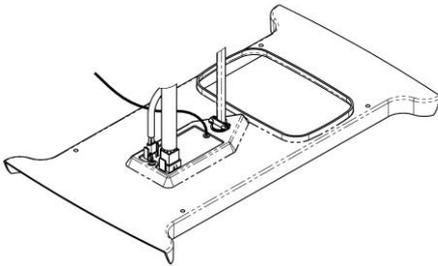

Figure 9
- C. Soulevez la chute de l'ensemble de plafond et insérez le câblage d'alimentation à travers le serre-câble et dans la boîte de connexion de façon à ce que 10 à 15 cm (4 à 6 po) de câblage se situe dans la boîte. Serrez le serre-câble sur la gaine du câble d'alimentation afin d'en interdire le mouvement (voir Figure 9).
- F. Branchez la conduite électrique de la pompe à chaleur de toit dans la prise à 9 positions de la façon illustrée dans la Figure 9.
- G. Si vous installez l'ensemble de chauffage facultatif, retirez le couvercle de la prise à 2 positions et branchez le cordon d'alimentation du réchauffeur dans la prise de la façon illustrée dans la Figure 9.